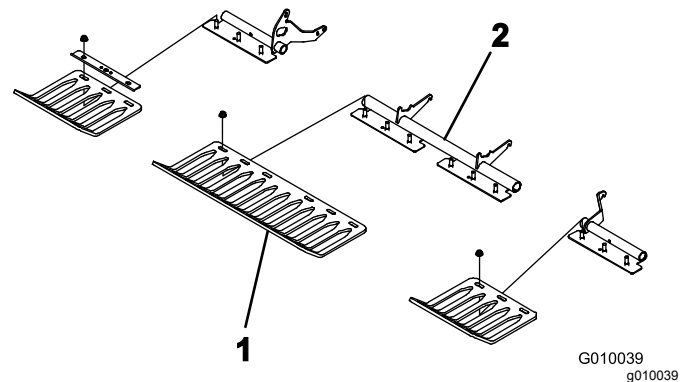

图25
- 使用 4 个护草板夹具和 12 个凸缘螺母将护草板松松地安装到护草板支架上图25。切勿将紧固件拧得过紧。
注意 出厂时附带的护草板夹具和凸缘螺母固定到护草板支架图25。